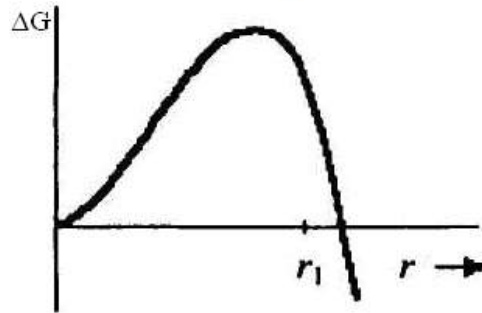

Рис. 3.4. Изменение энергии Гиббса при образовании зародышей кристалла
8. На рис. 3.4 представлено изменение энергии Гиббса при образовании зародышей кристалла. Возможен ли рост кристалла из зародыша размером r ?